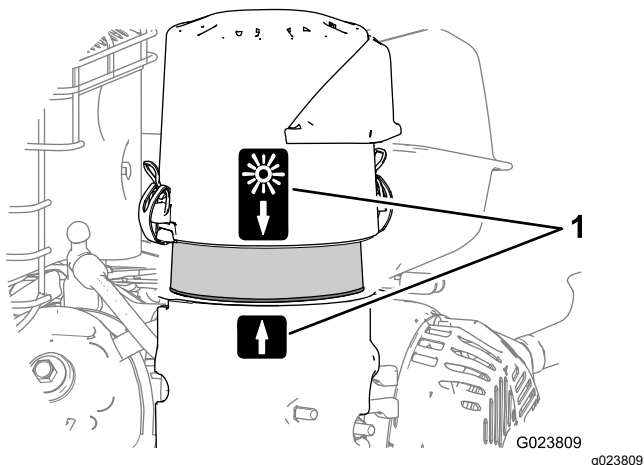

Figura 26
8. Allineate l'adesivo con la freccia sul coperchio del filtro dell'aria e l'adesivo con la freccia sulla base (Figura 26).